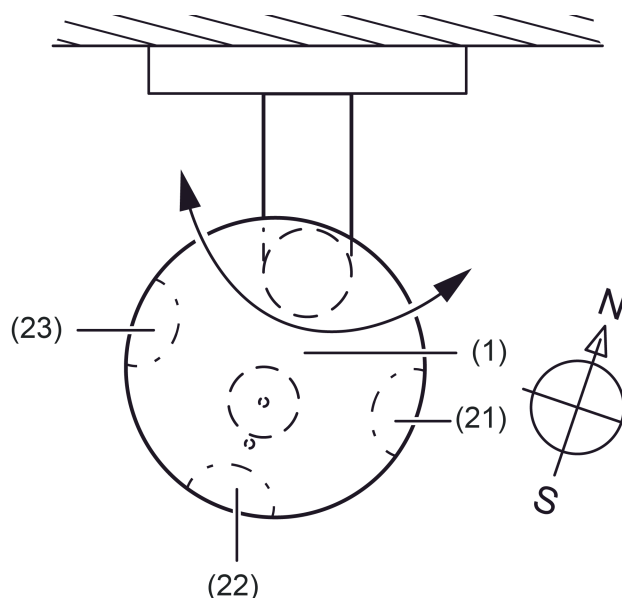

Bild 6: Ausrichtung der Wetterstation
- (1) Lichtdurchlässiger Sensorkopf mit der Sensorfläche des Niederschlagssensors, dem Temperatursensor, dem Dämmerungssensor, dem Windsensor und den 3 Helligkeitssensoren
- (2) Winkelarm mit variabler Verrastung zur Ausrichtung des Sensorkopfes
- (3) Klemmenkasten zum Anschluss des KNX/EIB und der Heizspannung an den Sensorkopf
- (4) Lage des Temperatursensors
- (5) Sensorfläche der Niederschagssensors
- (6) Lage des Dämmerungssensors und des Helligkeitssensor 2
- (7) Lage des Helligkeitssensor 1 (Helligkeitssensor 3 befindet sich in 9 Uhr-Position (Bild 6) und ist somit dieser Ansicht nicht sichtbar)
- (8) Lage des thermischen Windsensors